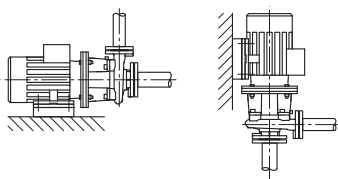

Fig. 41: Utförande BL
- Blockpumpar i serien BL ska ställas upp på fundament eller konsoler (Fig. 41). På pumpar av typen BL måste motorn stötta fr.o.m. en motoreffekt på 18,5 kW, se monteringsexempel BL (Fig. 42).